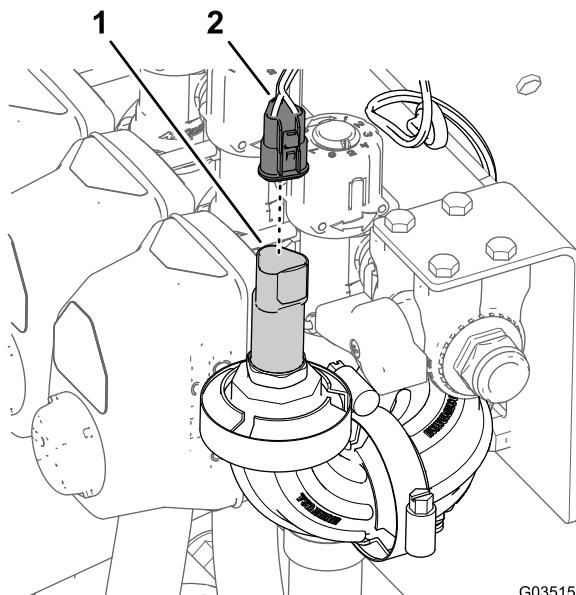

図 25
4. エクセラレートExcelaRateスプレーシステムを搭 載しているマシンでは、水圧トランスデューサの3 ピンコネクタから、後メインハーネスの3ソケット コネクタを外す図 25。